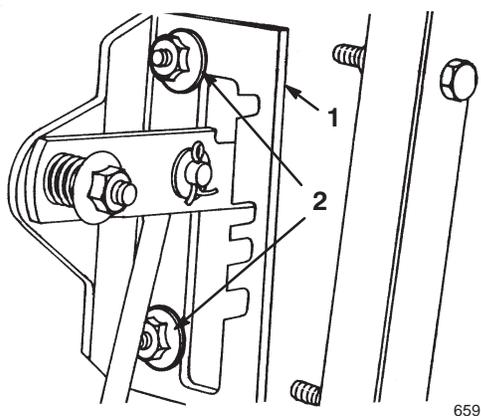
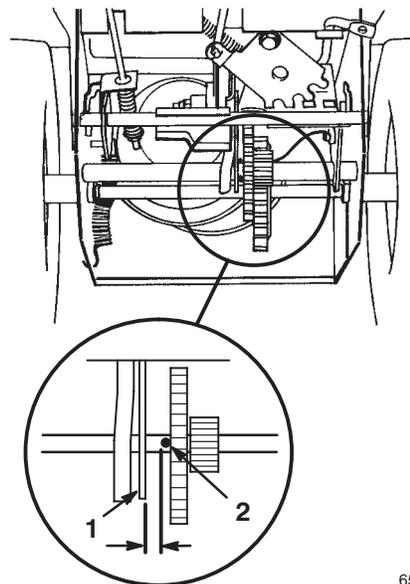

Figure 21
Figure 22
5. Desserrez les écrous à embase de fixation de la plaque de changement de vitesse au panneau de commande (Fig. 21).
Remarque : L'ensemble de transmission doit se trouver à 3 mm de la goupille. Si ce n'est pas le cas, faites glisser la plaque de changement de vitesse (Fig. 21) pour obtenir l'écartement correct de 3 mm (Fig. 22).